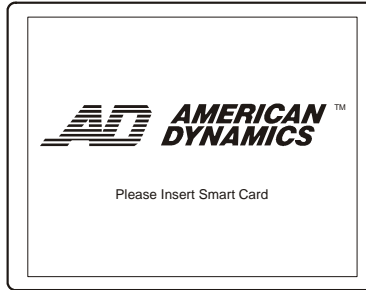

Abbildung 3.1: Begrüßungsbildschirm
1. Legen Sie die Smart-Card ein, wenn der Begrüßungsbildschirm angezeigt wird (Abbildung 3.1).